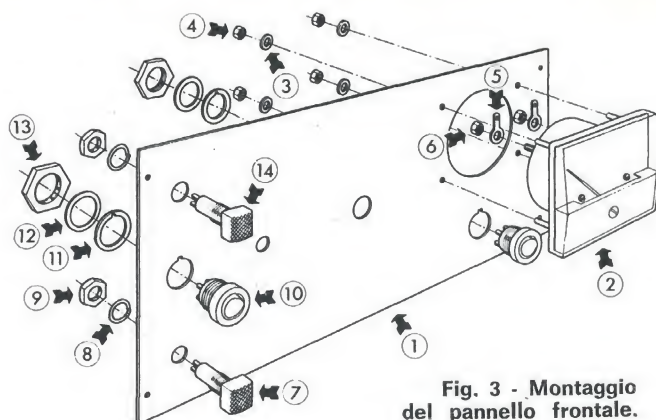

Fig. 3 - Montaggio del pannello frontale.
La fig. 3 fornisce ogni indicazione per l'assemblaggio delle parti meccaniche del pannello frontale (1) e cioè:
- il milliamperometro (2) da 1 mA fondo scala che funziona da indicatore di massimo accordo con adatta scala graduata.